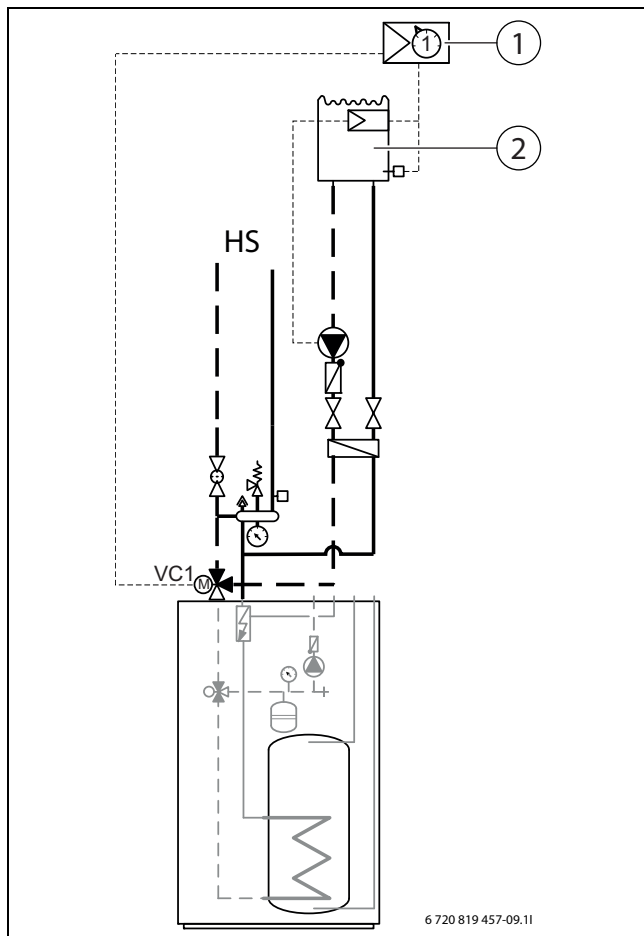

Fig. 24 Exemple d'installation de piscine
- ▶ Monter la vanne de mélange de piscine sur le retour vers l'unité intérieure (→ [ VC1 ] fig. 24).